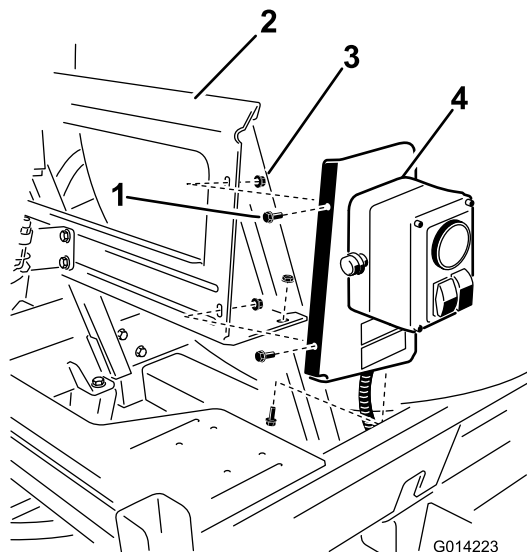

図 6
2. このアセンブリを、ブラケットに取り付ける；ボルト3本 (1/4 x 5/8 インチ) とロックナット3個 (1/4 インチ) を使用する (図 6)。